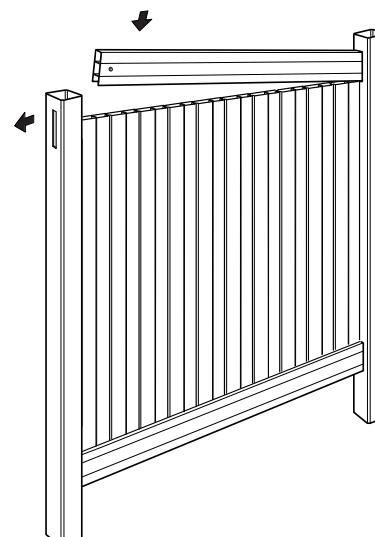

fig. 7
**PASO 5** – Después de colocar todos los tablones, sujetel riel superior al agujero superior del primer poste. Trabajando de lado a lado, deslice el riel sobre los tablones. Para sujetar el riel al segundo poste, mueva el poste ligeramente hasta que pueda ajustar el riel (fig. 7). Una vez que el riel quede bien sujetado, los tablones formarán un panel sólido.